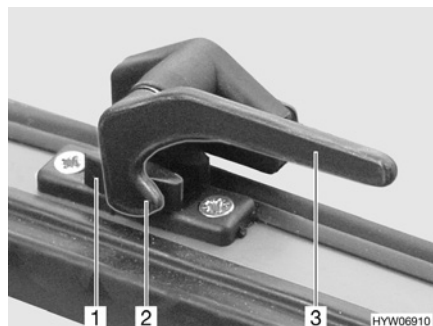

Fig. 29 Levier de verrouillage en position "Fermé"
- Tourner le levier de verrouillage (Fig. 29,3) d'un quart de tour vers le centre de la fenêtre.
- Tourner le levier de verrouillage (Fig. 29,3) d'un quart de tour vers le cadre de la fenêtre. Le tenon de verrouillage (Fig. 29,2) se trouve sur le côté intérieur du verrouillage de fenêtre (Fig. 29,1).
- En position "Fermé" (Fig. 29)